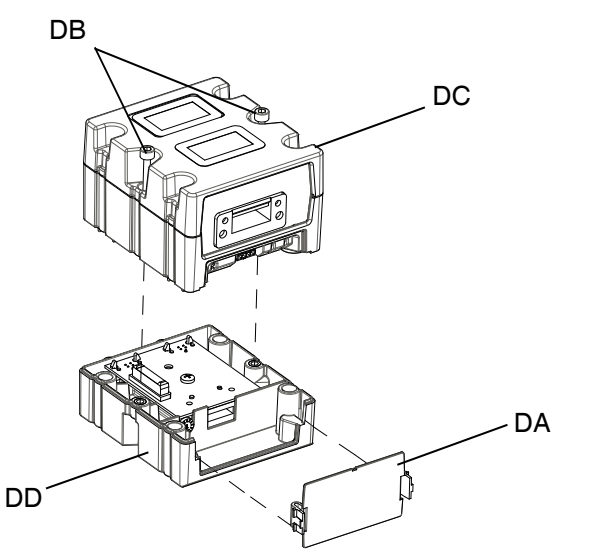

图 52: 拆卸 CGM
4. 从 CGM (DA) 卸下检修盖。松开并保存两个 M5-0.8 x 45 mm x 螺丝 (DB)，然后从底座 (DD) 上卸下 CGM (DC)。参见图 52。